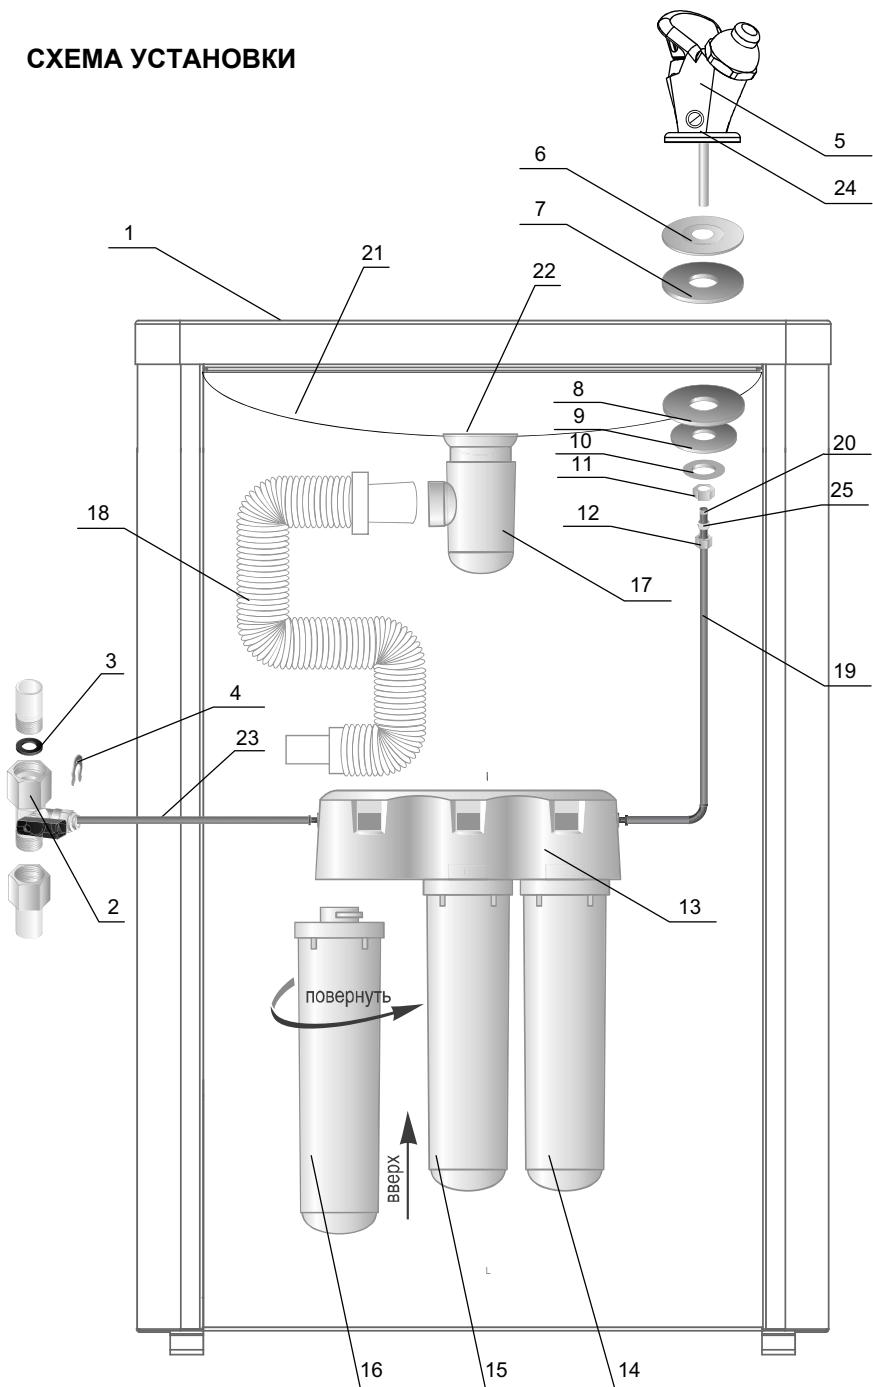

Рис. 1
Схема установки Водоочистителя Фонтанчик изображена на рис. 1.
- Определите удобное место установки узла подключения (2) к водопроводу (см. рис. 1). Обратите внимание, чтобы соединительные трубы проходили свободно, без изломов. Свободные участки трубок следует закрепить так, чтобы их нельзя было повредить или выдернуть из соединений посторонними предметами.